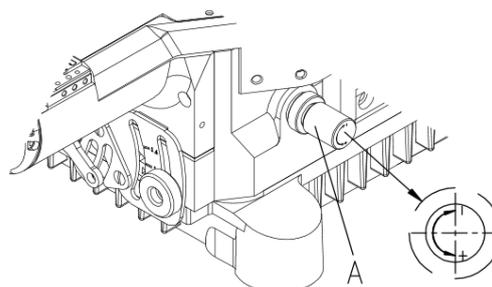

Fig. 25/25
1. Поверните ручку А по направлению «+», длина стежка увеличится. (рис.25)